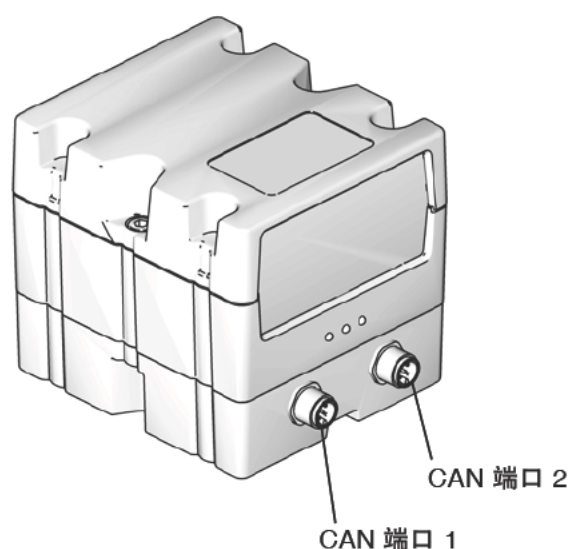

图 36: CGM CAN 连接
10. 将 CAN 电缆的另一端连接到 CGM 上的 CAN 端口 1 或 2。参见图 36。它可以连接到任意一个端口。